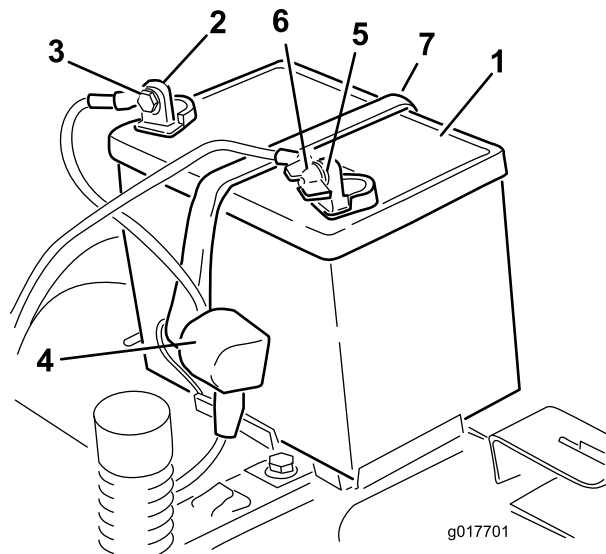

Figura 39
4. Desconecte el cable negativo de tierra (negro) del borne de la batería (Figura 39). Guarde todos los herrajes.
- Coloque la batería en la bandeja (Figura 39).
- Fije la batería con la correa de sujeción (Figura 39).